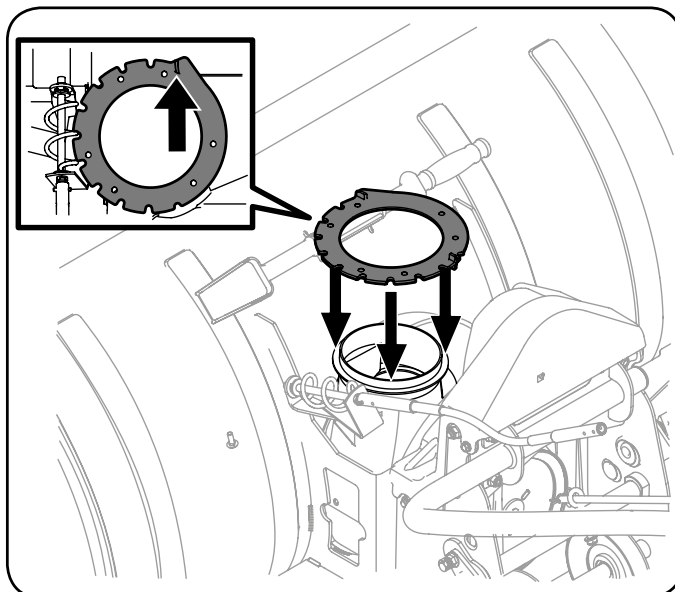

Рисунок 3-16
1. Поддерживая направляющую раму, аккуратно переместите узел шнека вниз и расположите его перед трактором. Установите сверху на адаптер для желоба корпуса шнека кольцо желоба, как показано на рис. 3-16.